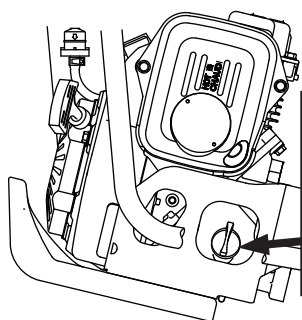

図 1
- エンジンオイル点検の際は、水平(平坦)な場所に立たせた状態(前傾姿勢)で点検してください。(図1)